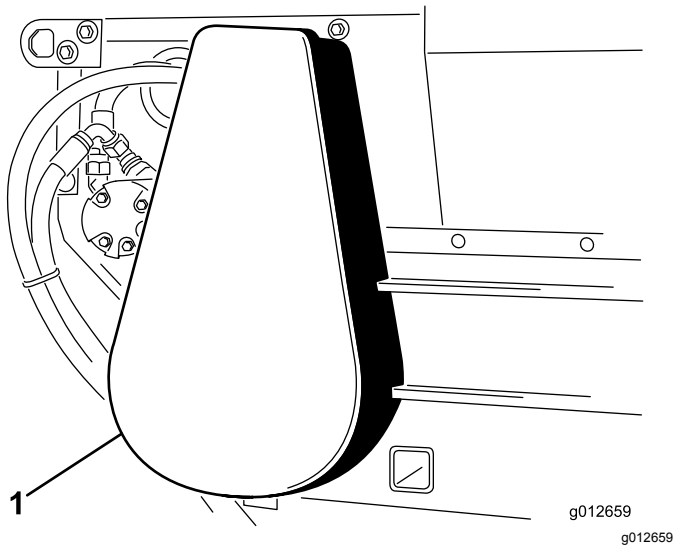

Figure 34
3. Reposez le couvercle de la chaîne (Figure 34).